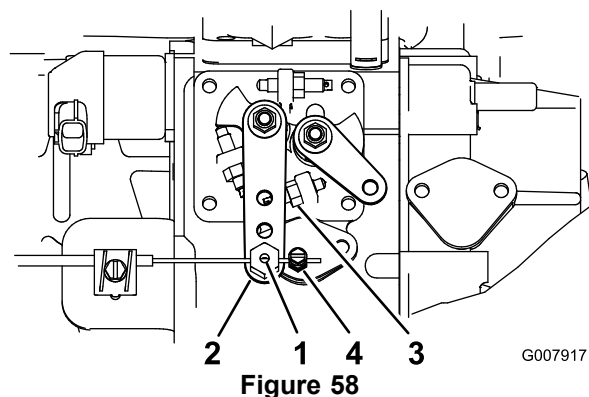

Figure 58
2. Desserrez la fixation du câble d'accélérateur à côté du levier de la pompe d'injection (Figure 58).
- Maintenez le levier de la pompe d'injection en appui contre la butée de régime de ralenti accéléré (Figure 58).